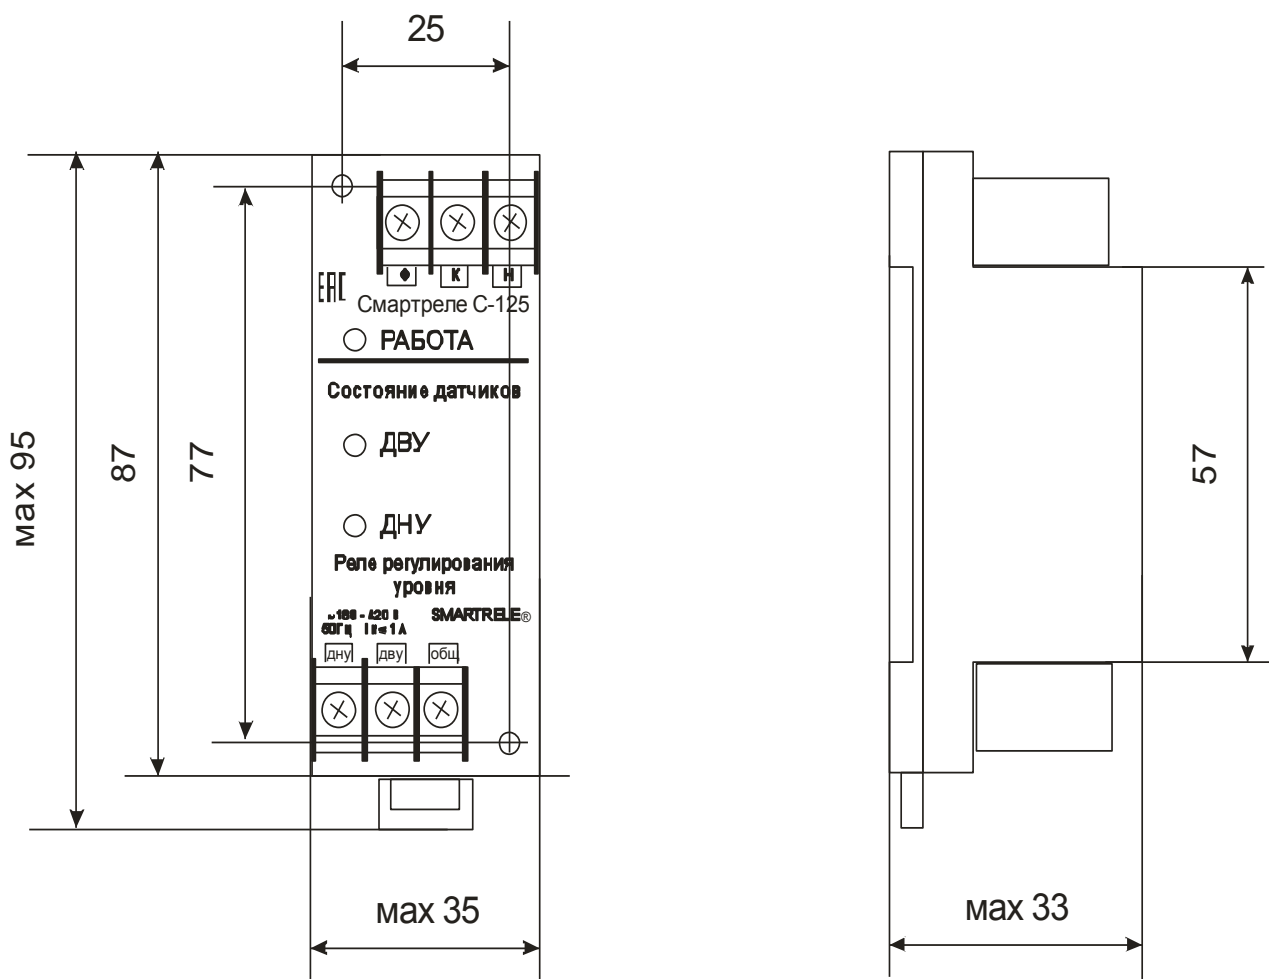
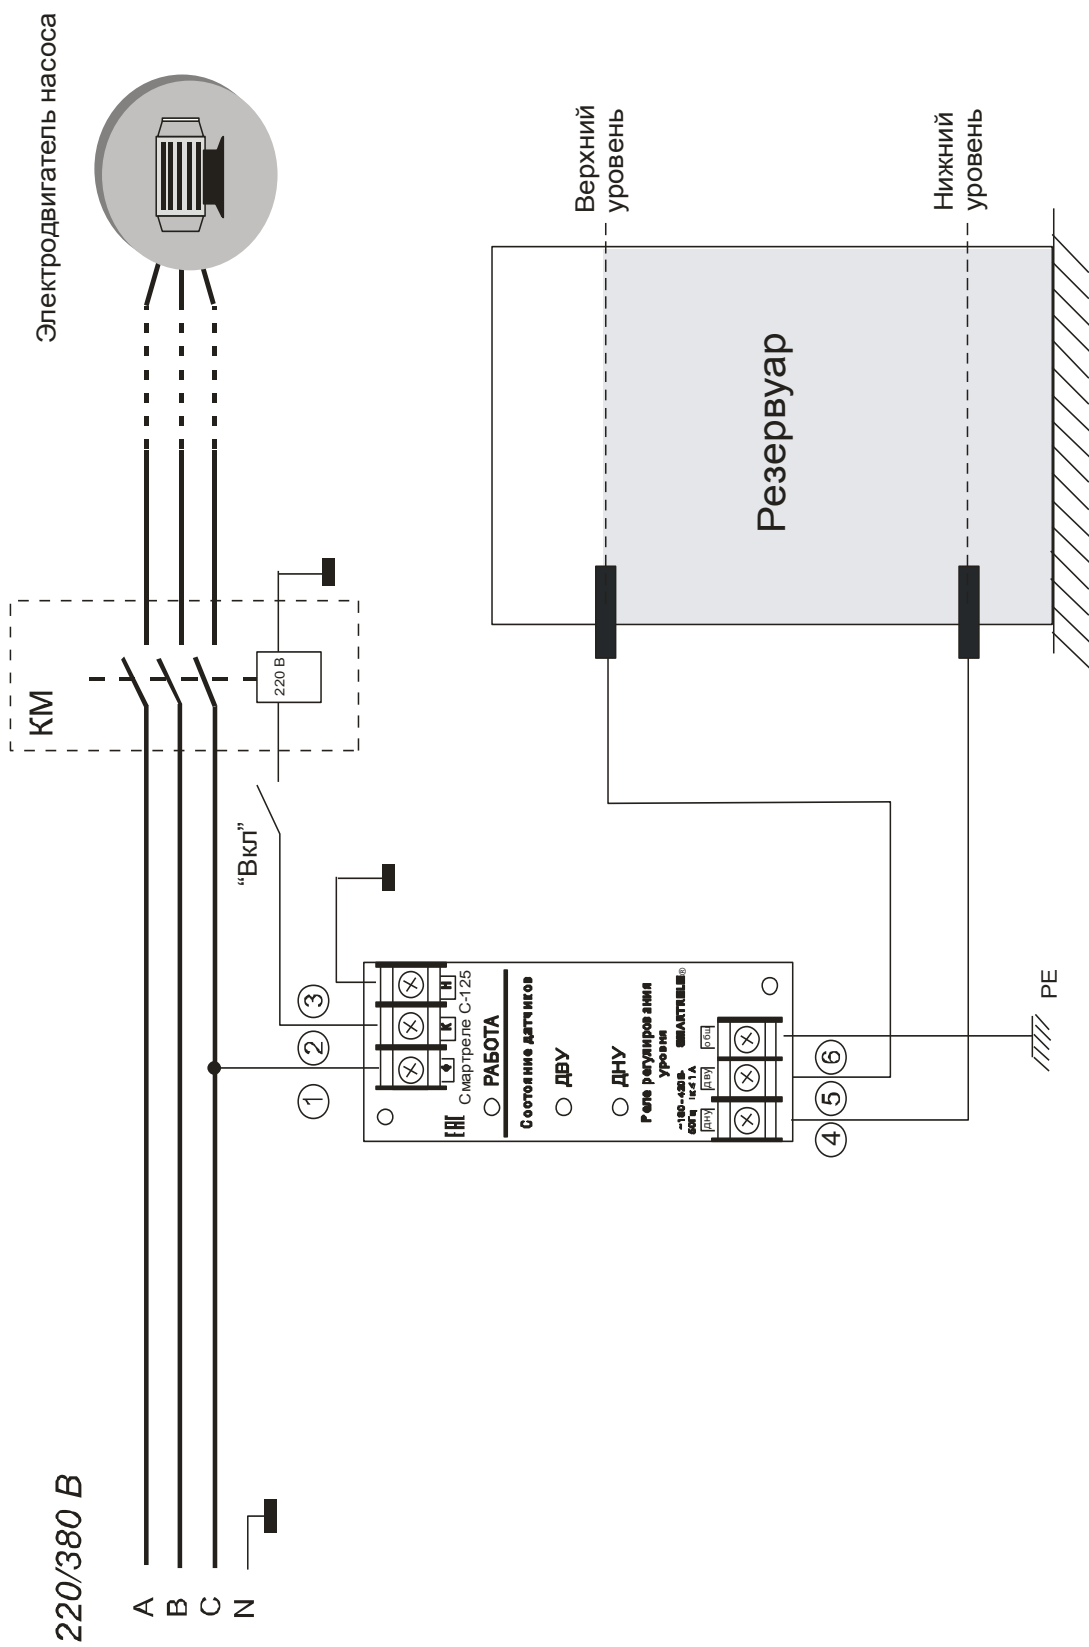

Рисунок 1 – внешний вид, габаритные и установочные размеры СМАРТРЕЛЕ С-125
Рисунок 2 – схема включения СМАРТРЕЛЕ С-125 в систему управления электродвигателем насоса
5.1 Внешний вид реле, габаритные и установочные размеры показаны на рис.1. Схема подключения реле в систему управления электродвигателя насоса показана на рис.2.
7.2 Подключение реле производится в соответствии со схемой рис.2.